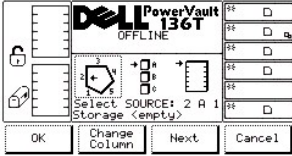

图 12. 状态 > 磁带库 > 槽位对话框
选择槽位后，将显示“槽位对话框”。请参见图 12。该选项可以查看当前槽位的物理和统计特性。
- 1 如果按下 **下一个** 软键下方的按钮，则当前的源参数将从槽位变为列，如在“槽位对话框”中所示。请参考前面的 图 12。